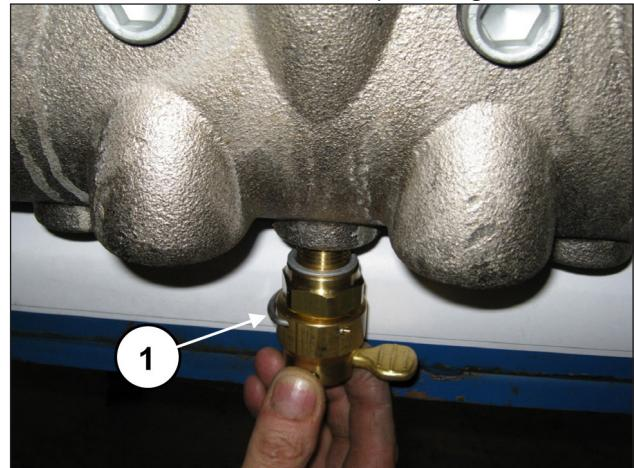
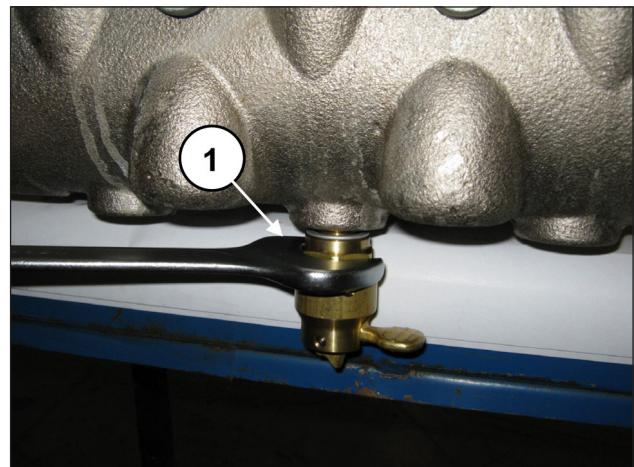

Fig. 133
Fig. 134
Appicare i dispositivi apertura valvole (pos. ①, Fig. 133) ed avitarli mediante chiave da 30 mm (pos. ①, Fig. 134).